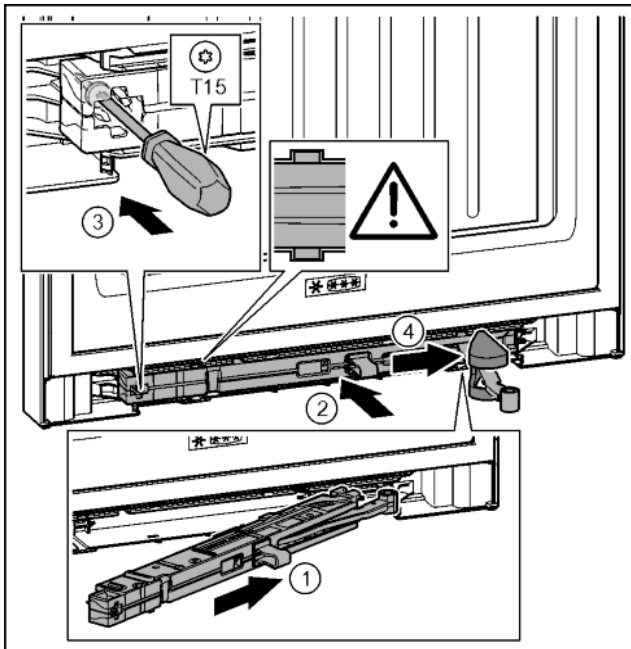

Fig. 38
- ▶ Schließdämpfereinheit auf der Lagerbockseite bis zum Anschlag schräg in die Aussparung einschieben. Fig. 38 (1)
- ▶ Schließdämpfereinheit vollständig in Aussparung schieben. Fig. 38 (2)
- ▶ Schraube mit einem Schraubendreher T15 festschrauben. Fig. 38 (3)
- ▶ Abdeckung über Gelenk schieben. Fig. 38 (4)